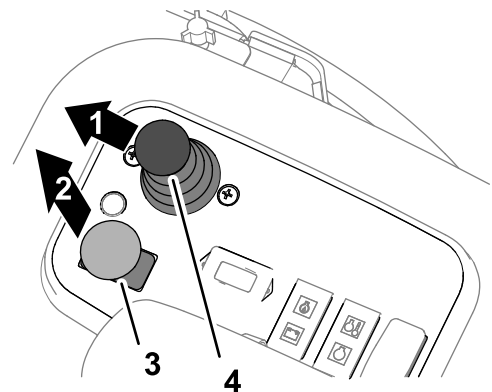

Figura 100
3. Mueva la palanca de control de bajar/segarr/elevar hacia delante (Figura 100).